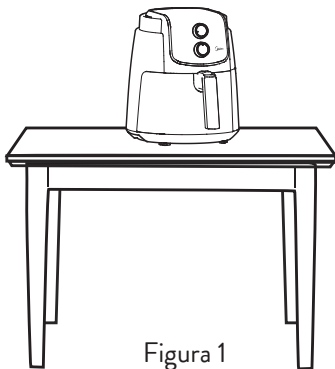

Figura 1
1. Su freidora debe estar colocada en una mesa o superficie lisa y estable (Figura 1), el cable de alimentación debe poder conectarse a un tomacorriente, el aire alrededor del producto debe circular adecuadamente y no se debe utilizar cerca de productos inflamables.